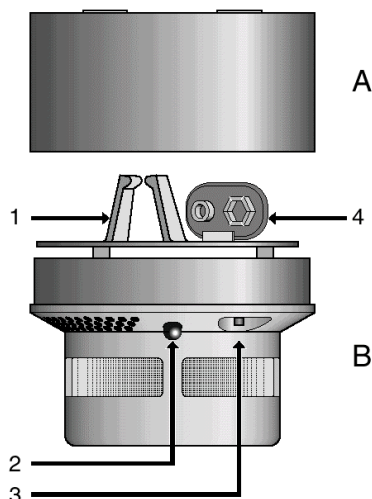

Abb.3
- Den Rauchmelder (Abb.3, B) durch Drehen nach links aus dem Sockel (A) nehmen.
- 9-V-Blockbatterie mit dem Batterieanschluß (Abb.3, 4) verbinden und in den Batteriehalter (Abb.3, 1) stecken.
- Abschließend die Funktion des Rauchmelders mit dem Testknopf (Abb.3, 3) prüfen.